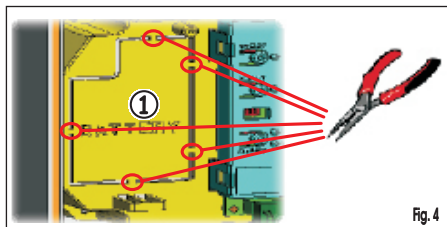

Fig. 4
Le kit batterie tampon a été réalisé pour être introduit à l'intérieur du support de la platine électronique. Ce support (réf. ① Fig. 4) a été préformé pour permettre l'ouverture du logement de la batterie.